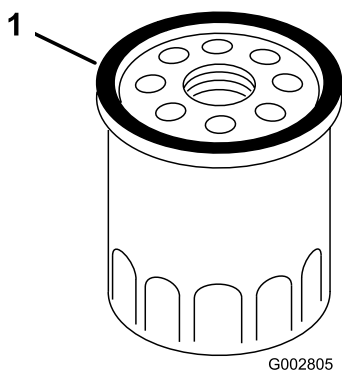

Figura 24
4. Aplique con el dedo una fina capa de aceite a la junta del filtro de aceite nuevo; consulte Figura 24.